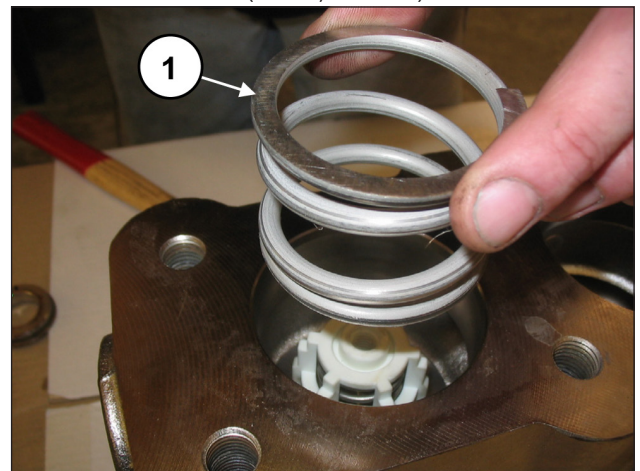

Abb. 109
Entfernen Sie die Feder (Pos. ①, Abb. 109).